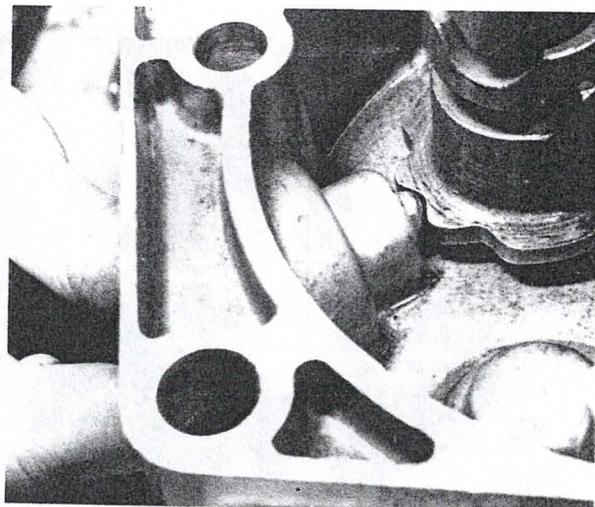

Bild 70
- Den Raststift einsetzen, wobei sich die Schaltwalze in der Leerlaufstellung befinden muss (Bild 70). Die Hohlschraube mit einem Draht sichern, damit sie sich nicht lösen kann.